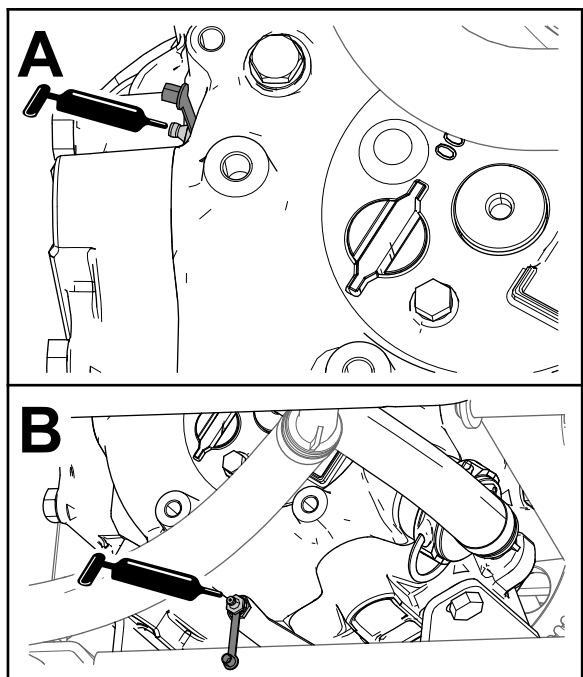

Рисунок 38
3. Начисто протрите 2 выносные масленки (Рисунок 38А и Рисунок 38В).
4. Закачайте консистентную смазку в каждую выносную масленку (Рисунок 38А и Рисунок 38В).